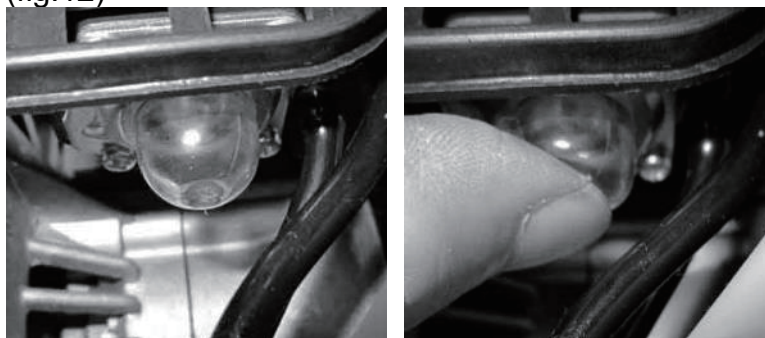

Fig.12
1. Pressez plusieurs fois la poire d'amorçage jusqu'à ce que le carburant afflue dans la poire. (fig.12)